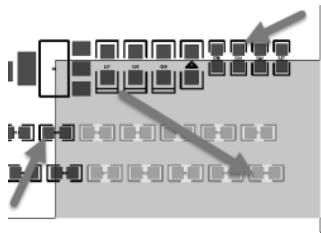

图 9-19 从上往下选择
(1) 按住“Shift”键，多次单击鼠标左键。
(2) 在左上角按住鼠标左键，向右下角拖动鼠标，在框选范围内的对象都会被选中，如图 9-19 所示，框选外面的或者和框选搭边的元件无法被选中。